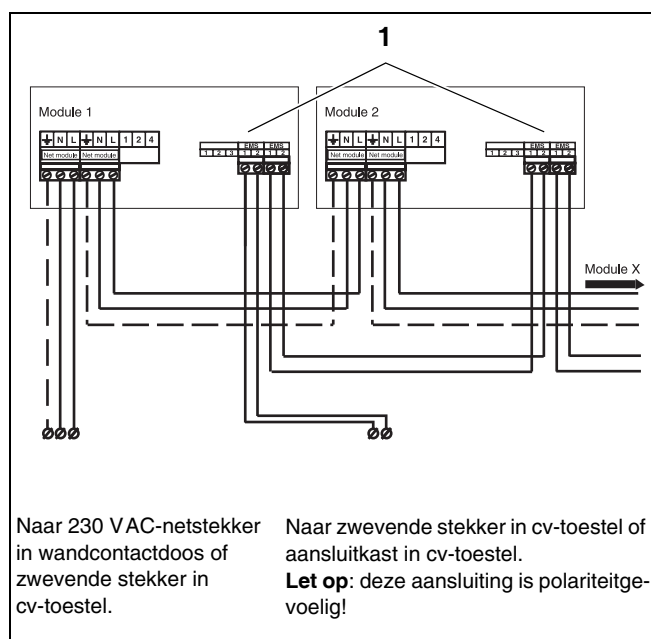

Fig. 45 Meerdere modules
- Sluit de 230 VAC-voedingskabel van de vorige module aan op de volgende module (→ fig. 45).
Houd bij het aansluiten van de UBA 3-busaansluitkabel rekening met de polariteit. Sluit contact 1 aan op contact 1 en contact 2 op contact 2 (→ fig. 45).
- Sluit de andere zijde van de aansluitkabel van de UBA 3-bus aan op de eerste module (→ fig. 45, pag. 40).
- Sluit de UBA 3-busaansluitkabel van de vorige module aan op de volgende module (→ fig. 45, pag. 40).
- Sluit de 230 VAC-voedingskabel aan op de module (→ fig. 45). Indien meerdere modules worden toegepast, dan kan de 230 VAC-voeding van de volgende module van de vorige module worden afgetakt met behulp van het bij de module meegeleverde stekker-tje en een driepolige elektriciteitskabel van 0,75 mm² met randaardekabel → (fig. 45, pag. 40).
- Sluit de 230 VAC-voedingskabel van de vorige module aan op de volgende module (→ fig. 45, pag. 40).